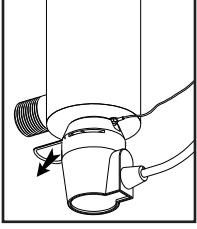

FIGURE 2A
2. Intermompre l'alimentation électrique et laissez le processus de mise hors-tension s'exécuter pendant 30 secondes. Enlever le connecteur en retirant la bague métallique de retenue (Figure 2A) du corps du connecteur. Enlever le connecteur et retirer la lampe de la chambre du réacteur. Lorsque la lampe devient visible, séparer la lampe du connecteur (Figure 2B). Il suffit de séparer les deux composants – ne pas effectuer un mouvement de torsion entre la lampe et le connecteur. Éviter de toucher la surface de verre de la lampe. Il est acceptable de manipuler la lampe par les extrémités de céramique; cependant, s'il est nécessaire de toucher le tube de verre, porter des gants ou utiliser un linge doux. Retirer complètement la lampe de la chambre du réacteur, en veillant à ne pas incliner la lampe par rapport au réacteur; si la lampe est inclinée, une pression est exercée à l'intérieur du manchon de quartz, et ceci provoquera le bris du manchon.